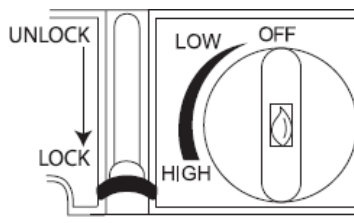

Fig. 3
- Drücken Sie die Gaskartuschenverriegelung mit einer kräftigen Bewegung nach unten in die „LOCK“-Position. (Abb. 3)